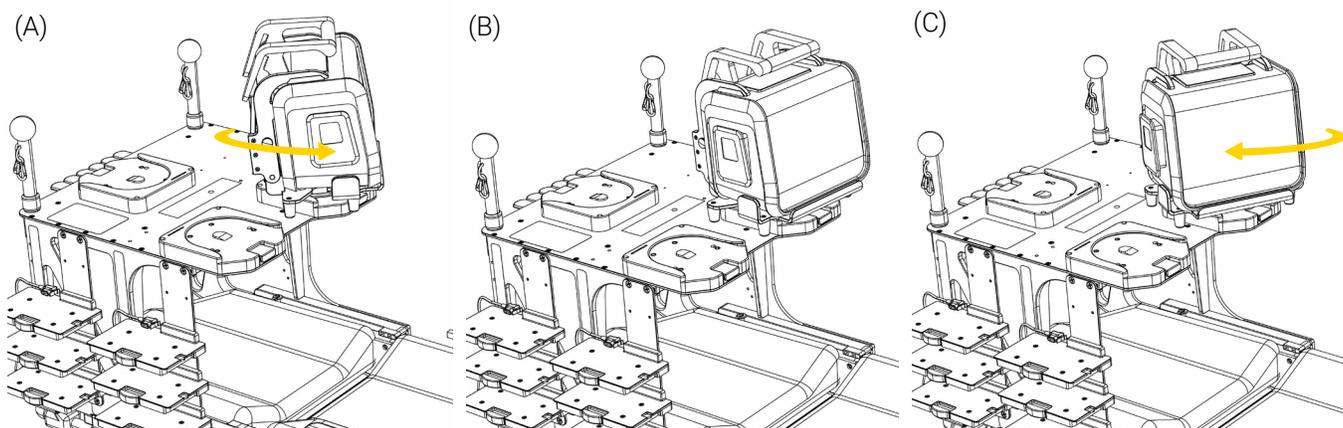

Figure 12: Rotation de l'appareil médical
5. Tourner l'appareil médical jusqu'à 360° dans le sens horaire ou antihoraire (Figure 12), jusqu'à la position désirée.